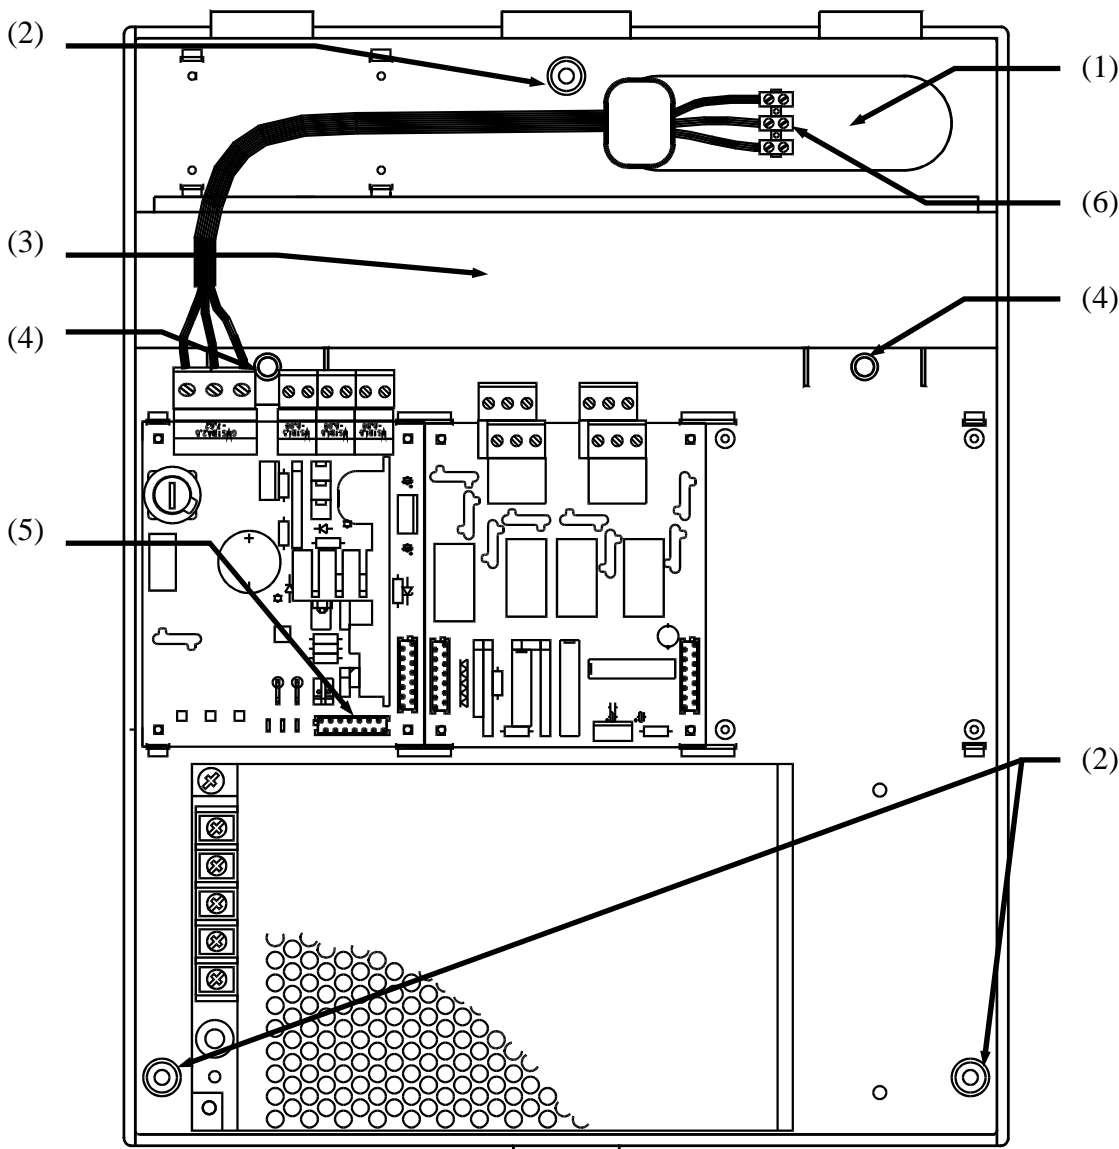

Abbildung 2
Ober- und Unterteil sind mit zwei Kabeln verbunden. Das schmale zweipolige Kabel führt vom Schalter im Oberteil zum weißen Anschlussfeld im Grundmodul. Das breitere 14-polige Kabel führt von der Prozessor-Karte im Oberteil zum roten Anschlussstecker am Grundmodul oberhalb des Netzteils (Abbildung 2 Punkt 5). Sollte ein Abstecken der Kabel erforderlich sein, muss unbedingt auf die richtige Position und Richtung der Kabel geachtet werden. Das breite Verbindungskabel zwischen Ober- und Unterteil läuft vom Stecker immer in Richtung der Baugruppennenseite des Grundmoduls.
Die MPUi kann entweder direkt oder auf einer Trägerschiene befestigt werden (Abbildung 2). Die Befestigungsposition sollte so gewählt werden, dass alle Anschlusskabel bestmöglich durch die dafür vorgesehene Öffnung (1) gezogen werden können. Es werden die entsprechenden Löcher gebohrt. In Mauerwerk sind dabei die mitgelieferten 8 mm Dübel zu verwenden
Der Anschluss der Versorgungsspannung erfolgt im Gehäuseunterteil in dem am Grundmodul angeschlossenen Ferrit (Abbildung 2 (6)). Der Anschluss innerhalb des Gehäuses muss so kurz wie möglich gehalten werden.